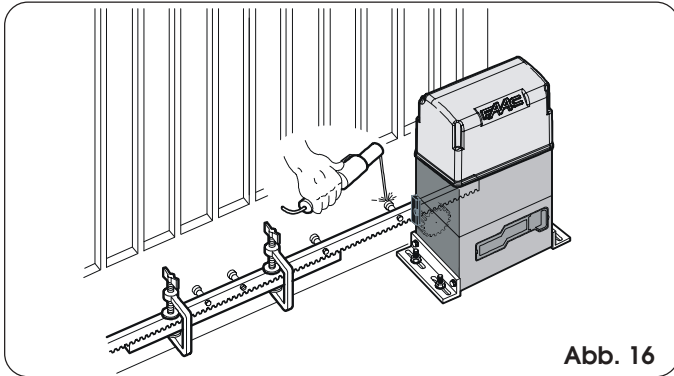

Abb. 16
- 5) Ein weiteres Element der Zahnstange an das vorherige Element anlegen, um die Verzahnung der beiden Elemente in Phase zu bringen. Dabei wird ein Stück der Zahnstange, wie in Abb. 16 gezeigt, verwendet.